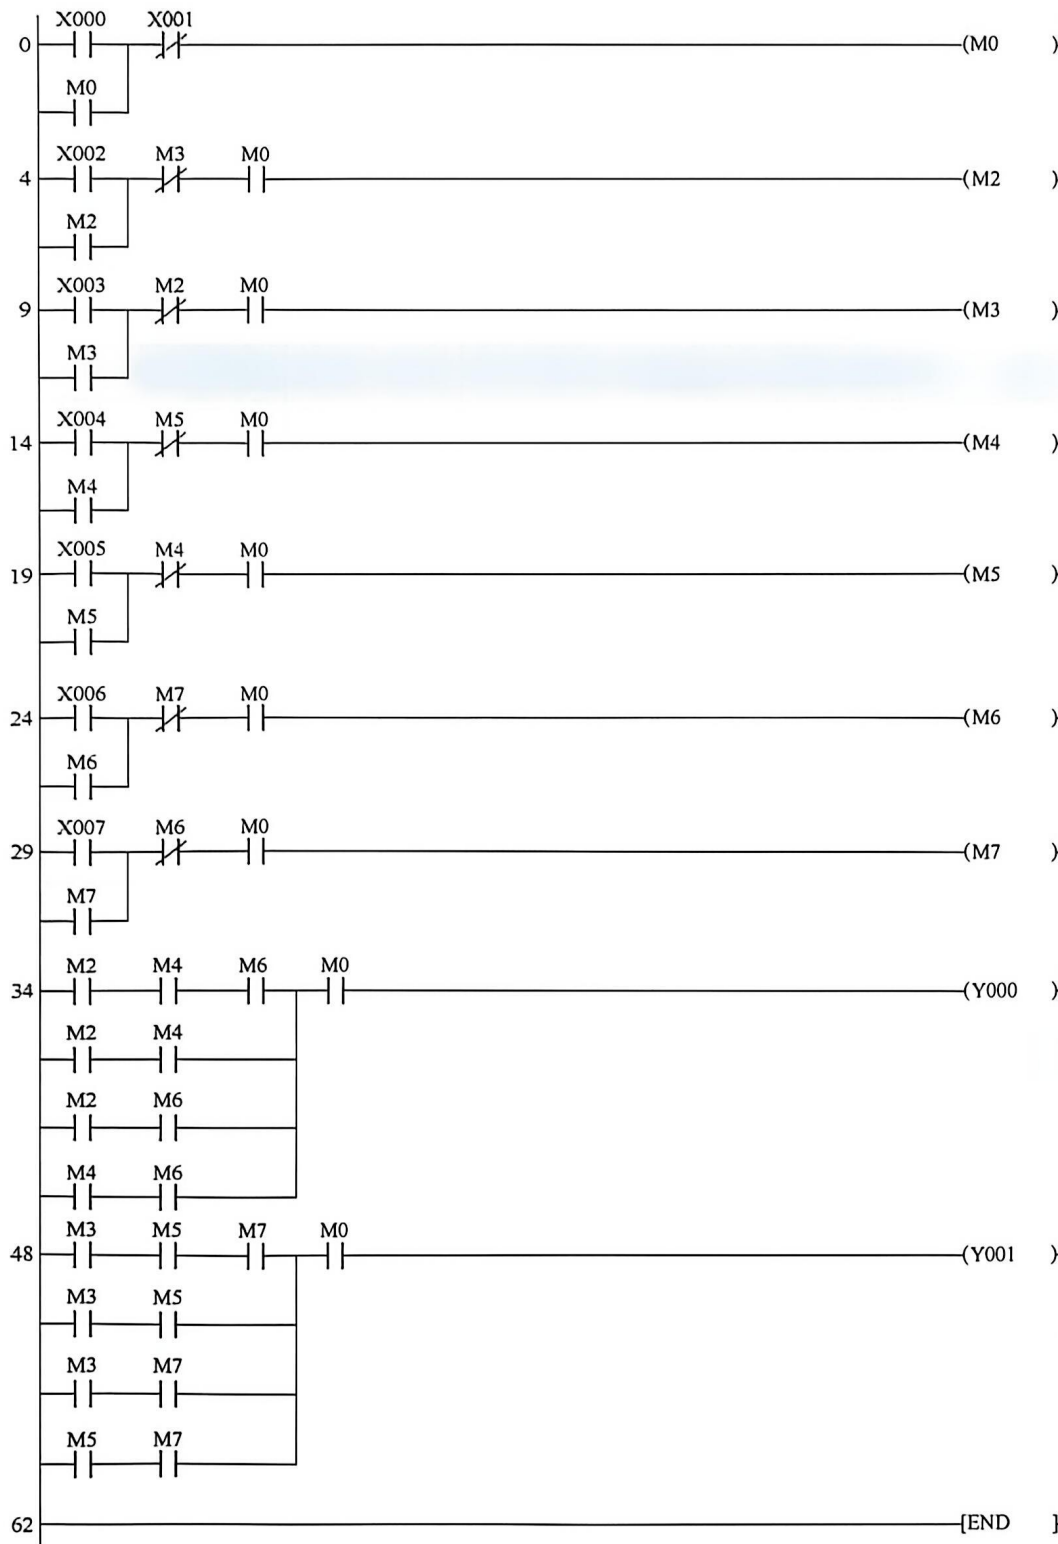

图 11-19 参考程序
将程序输入 GX Works2 软件中, 进行仿真调试, 参考程序如图 11-19 所示。
- 4) 用 GX Works2 编程软件输入如图 11-19 所示的程序并写入 PLC 中。